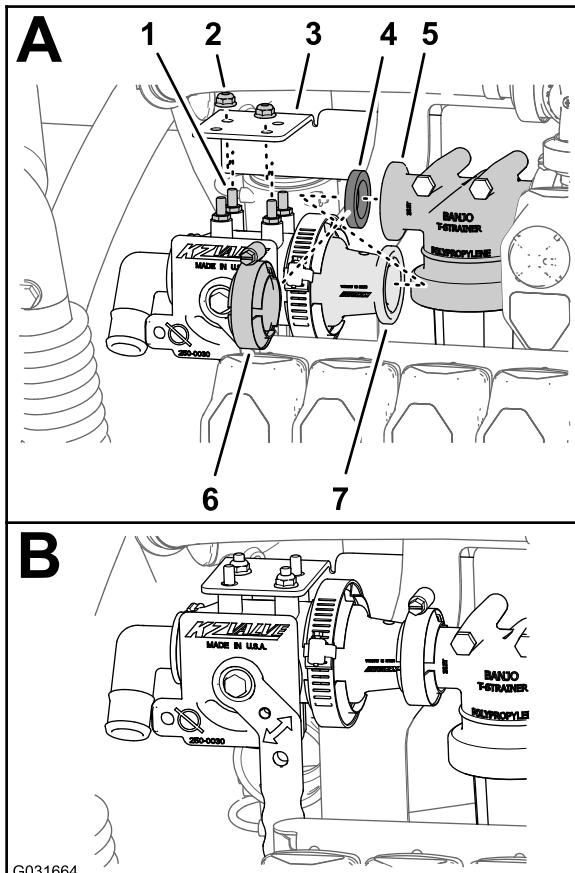

Figura 223
1. Alinee la junta a la brida del cabezal del filtro (Figura 223).
brida de la válvula de cierre de líquido con la brida del cabezal del filtro y la junta (Figura 223).
3. Monte la válvula de cierre de líquido al bastidor de la válvula de cierre con 2 contratueras con arandela prensada (1/4") (Pieza Toro Nº 119-6897) en 2 espárragos alineados diagonalmente de la válvula de cierre de líquido, tal y como se muestra en la Figura 223.
5. Sujete el adaptador de brida de la válvula de cierre de líquido a la brida del cabezal de filtro con la abrazadera (Figura 223) que desmontó en 3 de Preparación para la instalación de la válvula de cierre de líquido para el eyector (página 105).